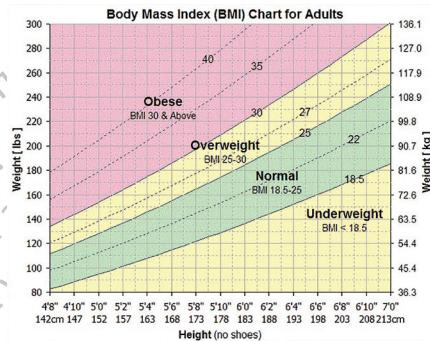

Figura 31. Gráfico de IMC
- O número de **Patient ID** (ID do paciente) é apresentado no canto superior esquerdo do ecrã. Se o utilizador com sessão iniciada for o médico que realizou o procedimento, todas as informações do paciente serão apresentadas. Observe que as informações do paciente também incluem um IMC calculado com base no peso e na altura do paciente inserido. Se o  é pressionado, o gráfico de IMC é apresentado (consulte Figura 31).